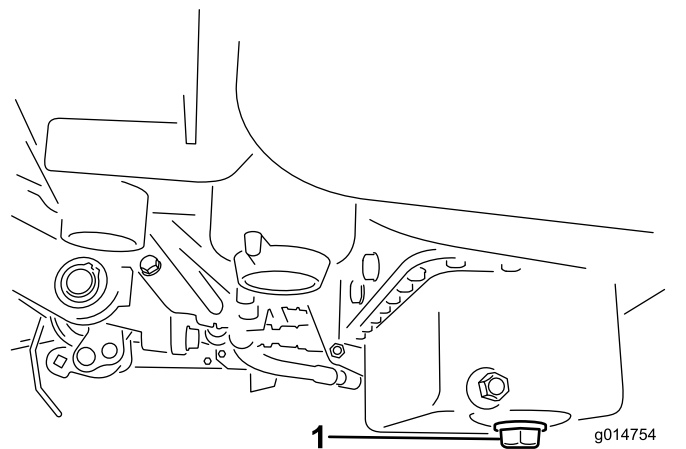

Figura 28
1. Togliete il tappo di spurgo e lasciate defluire l'olio in una bacinella. Quando l'olio cessa di defluire, rimontate il tappo (Figura 28).